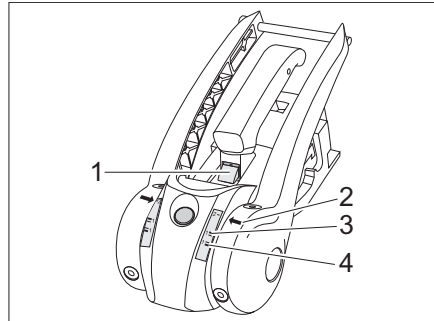

Bild 156 Verschleißkontrolle Reibbeläge
- Wenn die grüne Markierung sichtbar ist (Bild 156,1), sind die Reibbeläge vorn und hinten noch in Ordnung. Ist die grüne Markierung nicht mehr sichtbar, müssen die Reibbeläge gewechselt werden.
- Ist der Pfeil (Bild 156,2) unterhalb der Softdockmarkierung 1-grün, (Bild 156,4) sind die Reibbeläge rechts und links in Ordnung. Ist der Pfeil (Bild 156,2) oberhalb der Softdockmarkierung 1-rot (Bild 156,3), müssen die Reibbeläge gewechselt werden.
- Wenn die grüne Markierung sichtbar ist (Bild 156,1), ist die Kupplungskugel in Ordnung. Ist die grüne Markierung nicht mehr sichtbar, ist der Durchmesser der Kupplungskugel $< 49\text{mm}$ und die Kupplungskugel muss gewechselt werden.